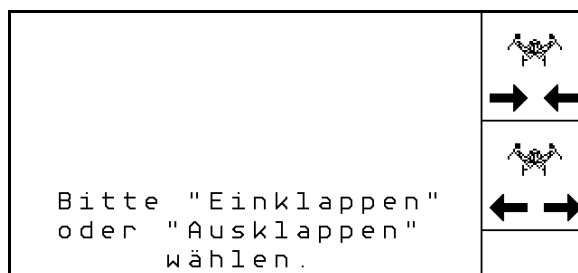

Bild 60
-  Växla till undermenyn hop-/utfällning (Bild 60).